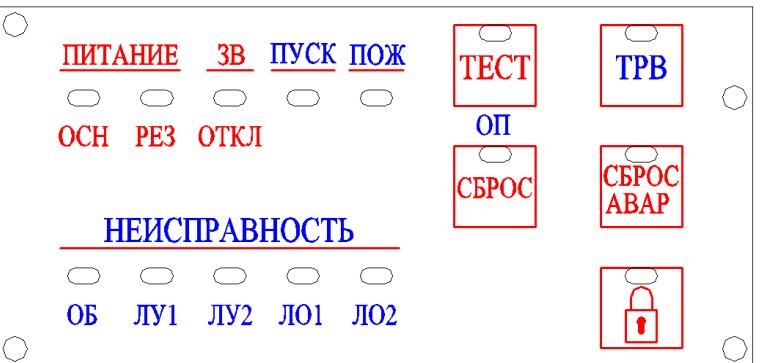

Рисунок 1. Органы управления (кнопки) и индикации на панели прибора
3.1. Органы управления (кнопки) на панели прибора (см. рис. 1):
3.2.Органы индикации на панели прибора (см. рис. 1):